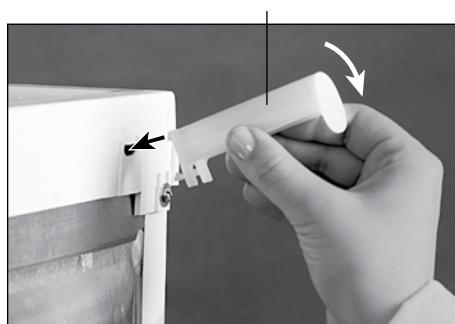

Figura 1
1.6 Distanțierile se instalează în conformitate cu figura 1: introduceți cârligul superior al distanțierului în canalul capacului, apoi întoarceți distanțierul în jos pentru ca cele două cârlige de jos să se fixeze în capacul frigiderului.